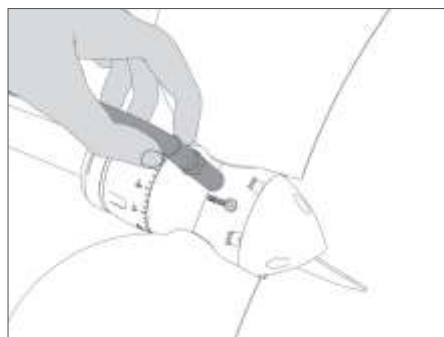

FIG. 44 Innesto del tubo di ingrassaggio
- Innestare l'ugello del tubo di ingrassaggio sull'ingrassatore (Fig. 44).